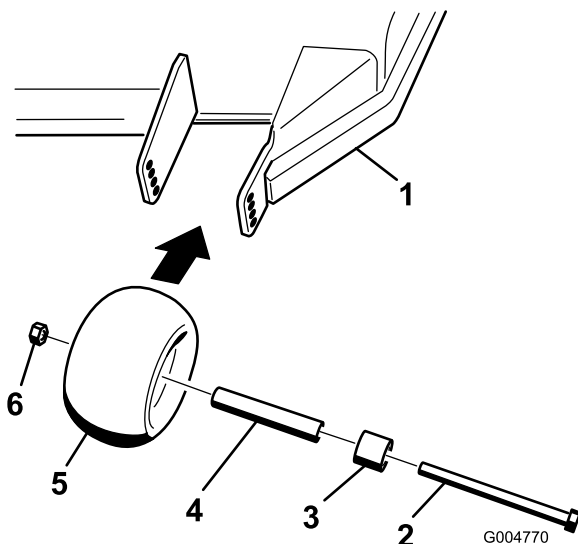
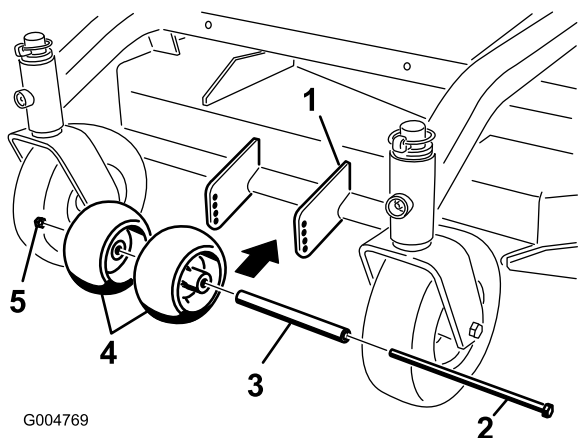

Figure 16
Figure 17
1. Après avoir réglé la hauteur de coupe, vérifiez que les galets anti-scalp procurent une garde au sol minimale de 10 mm (3/8 po) (Figure 15, Figure 16, Figure 17).
2. Si un réglage est nécessaire, retirez le boulon, les rondelles et l'écrou (Figure 15, Figure 16, Figure 17).
3. Choisissez le trou requis pour que les galets anti-scalp soient à 10 mm (3/8 po) ou plus du sol (Figure 15, Figure 16, Figure 17).
4. Remettez le boulon et l'écrou (Figure 15, Figure 16, Figure 17).